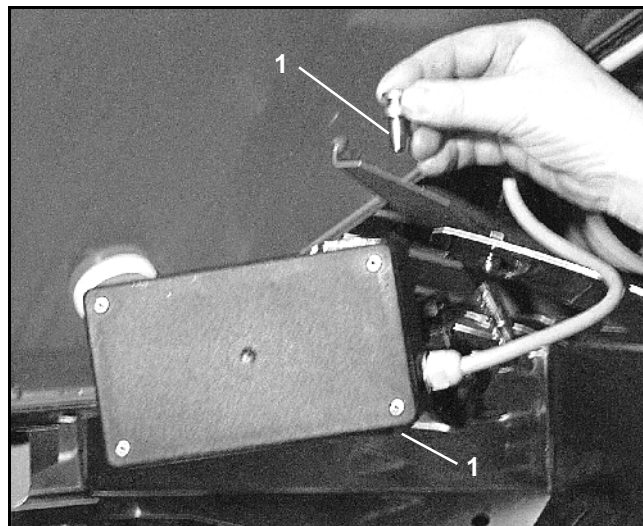

Fig. 6
- Die beiden Gelenkbolzen (Fig. 6/1) herausziehen.